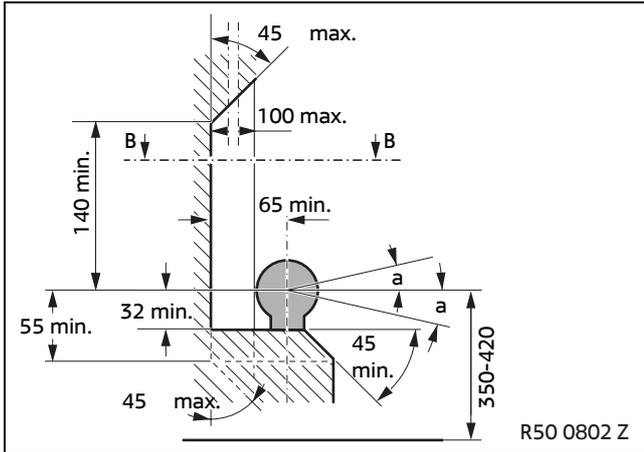

Abbildung 1
Kupplungskugeln mit Halterung müssen bei ihrem Anbau an einem Fahrzeugtyp der Klasse M1, der Klasse M2 unter 3,5 Tonnen und der Klasse N1 den Freiraum und die Höhenmaße der Abbildung 1 und 2 einhalten. Diese Anforderung gilt nicht für Geländefahrzeuge im Sinne des Anhangs II der Richtlinie 92/53/EWG. Nicht angegebene Einzelheiten sind zweckentsprechend zu wählen.
b) vertikal a = 10° nach oben oder unten geschwenkt (siehe Abbildung 1)
Zugkugelkupplungen müssen innerhalb des Freiraumes der Kupplungskugel nach Abbildung 1 und 2 sicher betätigt werden können.